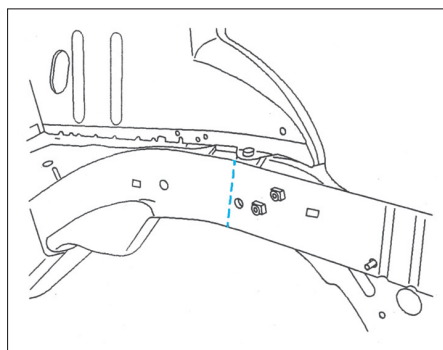

FIG. 35
- Souder par cordons successifs au MIG ou MAG (Fig.35).